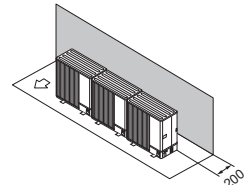

Fig. 2-12
- (1) Enbart hinder eller stängd yta på baksidan (Fig. 2-12)